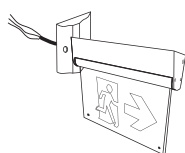

Рис. 8.
- ▶ Проденьте провод выходящий из торцевой заглушки через монтажную рамку и соедините рамку и световой указатель (Рис. 8);